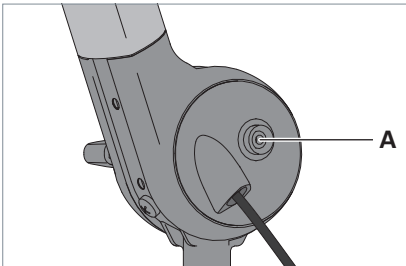

Fig. 5: Druckknopf für Erdungskabel.
- ▶ Stecken Sie das eine Ende des mitgelieferten Erdungskabels auf den Druckknopf **A** der Leuchte, siehe Fig. 5.